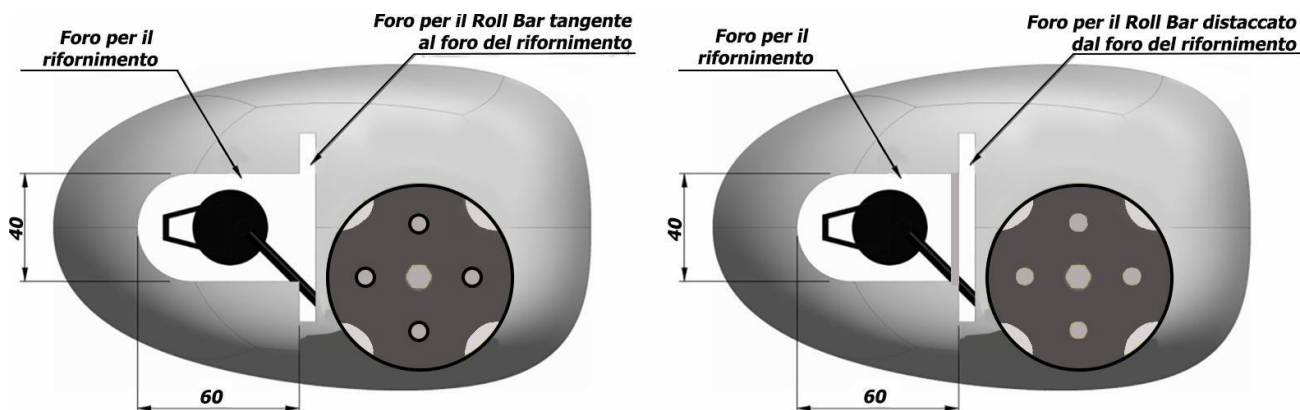

Figura 12A : Disposizioni consentite per il Foro del Roll Bar
- Foro con diametro massimo di 50,0 mm per bocchettone rifornimento (*vedi figura 12A alla pagina successiva*) per bocchettone di rifornimento;